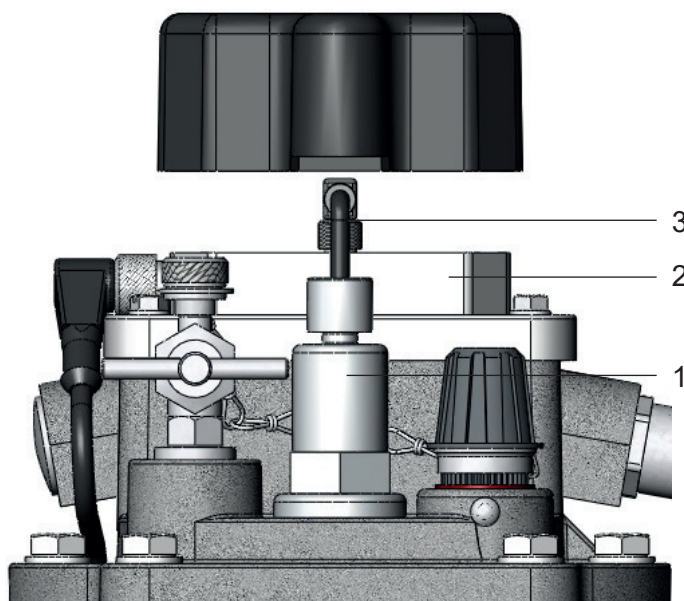

Рис. 5 - Крышка со снятым кожухом
- Отсоединить измерительный зонд (рис. 5/ № 1) от блока усилителя (рис. 5/ № 2) путём разъединения электрического соединителя LS M8 (рис. 5/ № 3)
Для этого взять вилку соединителя LS (рис. 5/ № 3) за рифлёную часть и не вращая вынуть её. Вращение вилки соединителя может вести к её поломке.